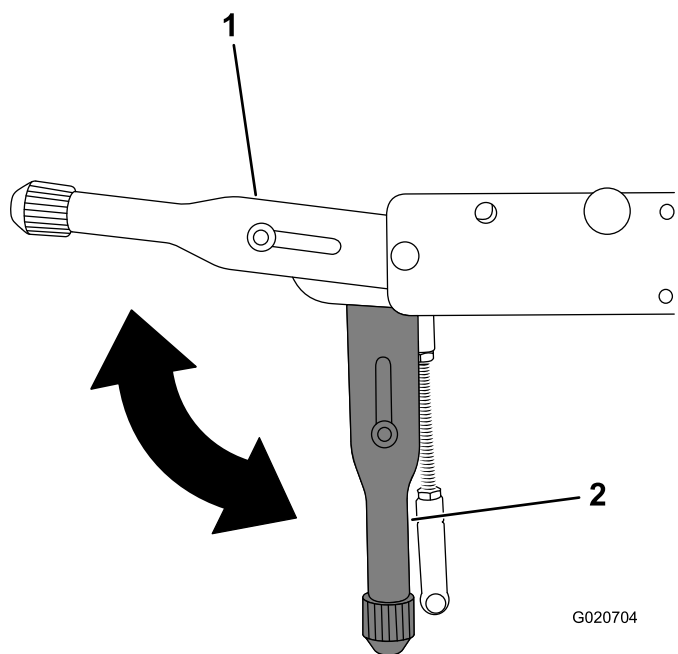

Figure 27
2. Tirez le levier de frein de stationnement vers le haut pour serrer le frein et mettez le moteur en marche (Figure 27).
5. Abaissez le levier de frein de stationnement pour desserrer le frein (Figure 27).
2. Serrez le frein de stationnement (Figure 27).
6. Desserrez le frein de stationnement (Figure 27).
3. Desserrez le frein de stationnement (Figure 27).